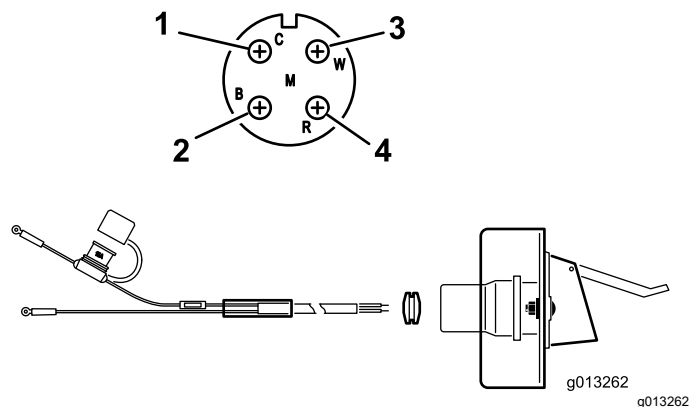

Figura 11
2. Poziționezi și fixezi cablurile electrice de la baterie la suportul mufei de alimentare electrică (Figura 11).
3. Treceți cablajul prin suportul mufei de alimentare și montați manonul de cauciuc negru peste cablaj (Figura 11).